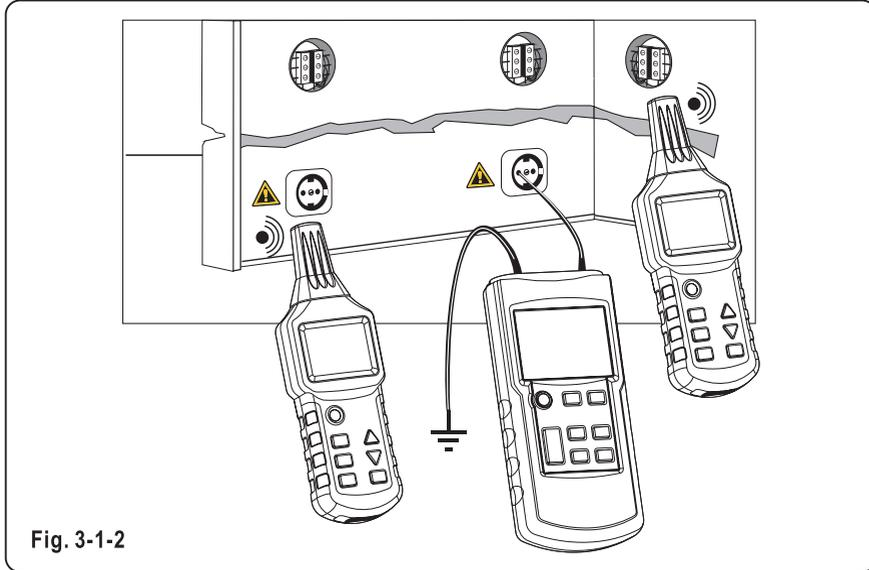

Fig. 3-1-2
- > Brancher le transmetteur à la ligne de phase et au câble de mise à la terre de protection, comme illustré à la Fig. 3-1-2.